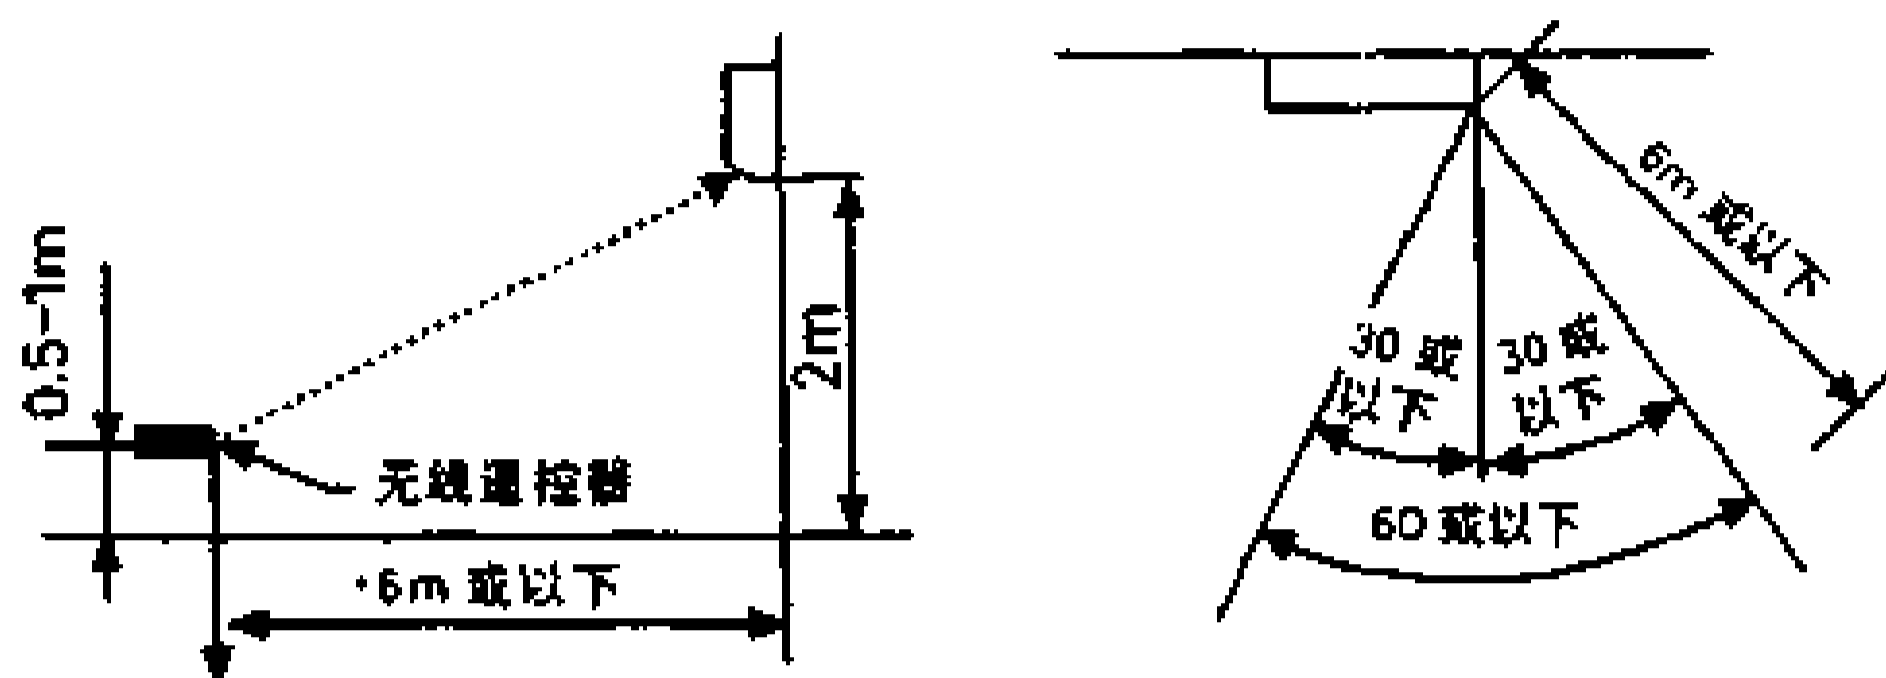

图 3-2-5
- (1) 在面对空调机时，如图 3-2-5 所示。
- 备注：(1) 在操纵时无线遥控器应正确面向空调机的传感器。
(2) 如图 3-2-5 所示为典型的有效范围，但根据安装情况或有增减。
(3) 如果传感器暴露于强光下，例如直接的阳光和照明设施等，或被尘埃覆盖或在窗帘后使用等，有效范围会变小甚至全无。